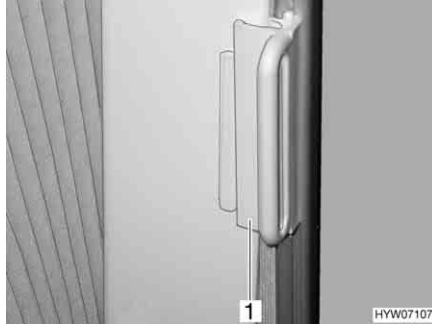

Bild 23 Lås för plisségardiner förar-/passagerarfönster
- Drag upp plisségardinerna för förar-/och passagerarfönstret, drag dem med handtaget (Bild 23,1) över kanten. Plisségardinen är säkrad.